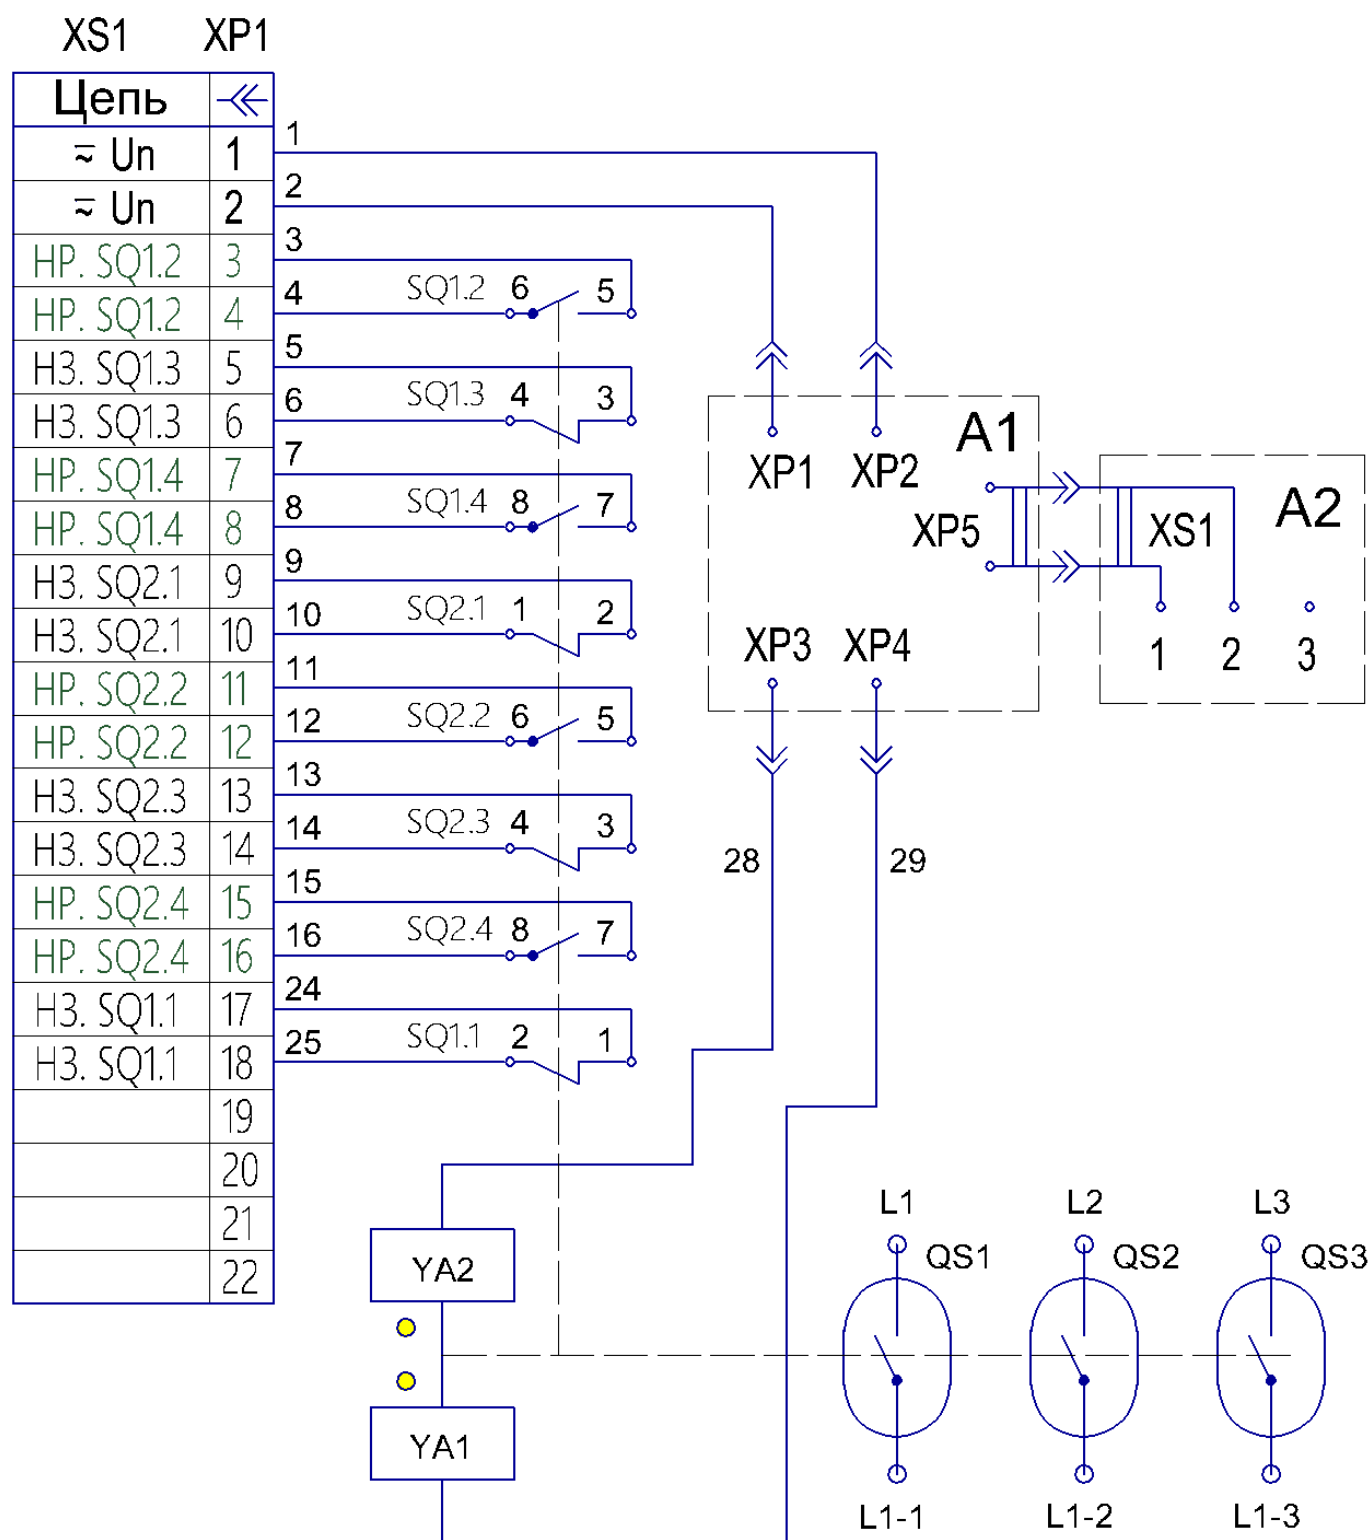

Рисунок 3 - Схема электрическая принципиальная контактора КВТ-1,14-2,5/250 на номинальное напряжение цепи управления 220 и 110 В постоянного и переменного тока
- На плате А1 (см. приложение Б, рисунок 3) удалите перемычку между точками Р1 и Р2.